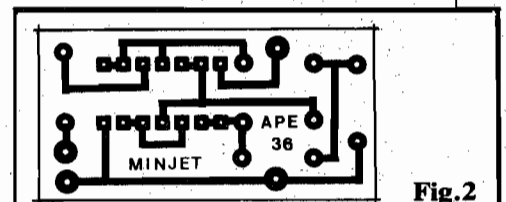

Fig.2
- **FIG. 2 - LAY OUT DO CIRCUITO IMPRESSO** - A plaquinha é "inha" mesmo, já que o tamanho e a quantidade de peças são mínimos, e nós "queremos" que o conjunto fique bem compacto. A figura mostra, em tamanho natural, o padrão cobreado de ilhas e pistas necessárias às interligações dos componentes. O desenho é tão modesto que mesmo quem jamais realizou uma placa, não encontrará grandes dificuldades na sua confecção, desde que obtenha o necessário material (fenolite virgem, tinta ou decalques ácido-resistentes, percloroeto de ferro para a corrosão, ferramentas para furação, etc.). O fundamental é conferir muito bem a plaquinha ao final, certificando-se de que não há erros, lapsos, curtos, etc., efetuando também uma perfeita limpeza final antes de promover as soldagens... Uma leitura atenta às **INSTRUÇÕES GERAIS PARA AS MONTAGENS** (encarte permanente de APE), eliminará dúvidas a respeito...